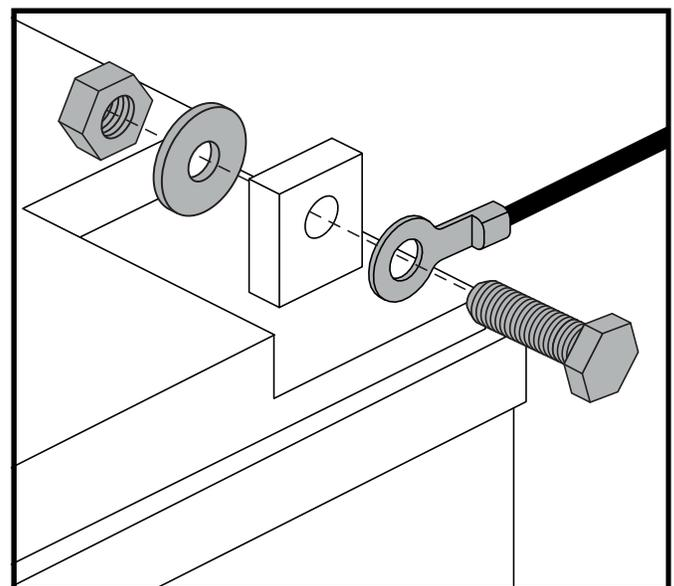

Figuur 14. Verwijdering/installatie van de accu, polen en aansluitingen
1. Verwijder de zitting en de accubekleding. **Zie figuur 14.**
3. Voor alle modellen, **BEHALVE 614 en 714:** maak de bedrading die van voor naar achter loopt los. Ontkoppel beide accukabels door iedere kabel uit de bijbehorende stekker te trekken. **Zie figuur 14.**
- 6. Plaats een nieuwe accu in elke accu compartiment. Draai de accuklem van iedere accu van de stang van de stoel af, waarbij de positieve (+) en negatieve (-) accuklemmen worden aangebracht zoals getoond in figuur 14.